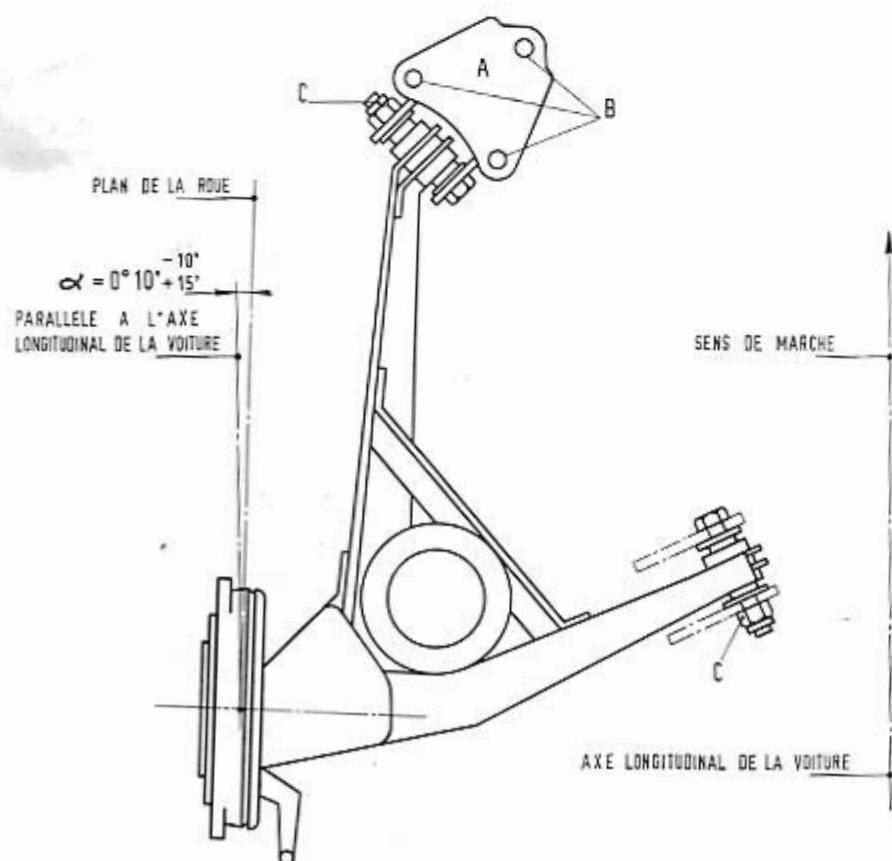

Fig. 257.
- incliné par rapport à l'axe longitudinal de la voiture, avec tolérance d'un angle (α , fig. 257) de $0^\circ 10' \pm 10'$ convergent dans le sens de la marche;
Pour régler l'orientation des roues, agir sur le support extérieur du bras oscillant et profiter du jeu existant entre les trous du support lui-même (A, fig. 257) et les vis (B) de fixation au fond de la coque.
Il faut remarquer qu'à une variation de $0^\circ 10'$ sur l'angle de pincement (α , fig. 257) il y correspond un déplacement de 5,5 mm environ, mesuré à 1,84 m du centre de la roue, égal à l'empattement de la voiture.
Une fois le réglage terminé, serrer les vis fixant le support extérieur au moyen d'une clé dynamométrique, à un couple de 4000 à 5000 mm-kg; bloquer les écrous (C, fig. 257) des deux axes du bras oscillant à un couple de 6000 à 7000 mm-kg.